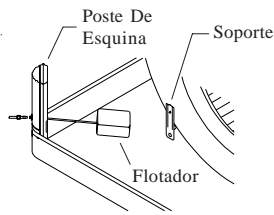

Fig. 7
- **Conecte el tubo de agua al flotador.** Conecte el tubo de agua en la misma manera de arriba. Puede instalar el flotador en el poste de esquina o en el soporte (fig. 7).